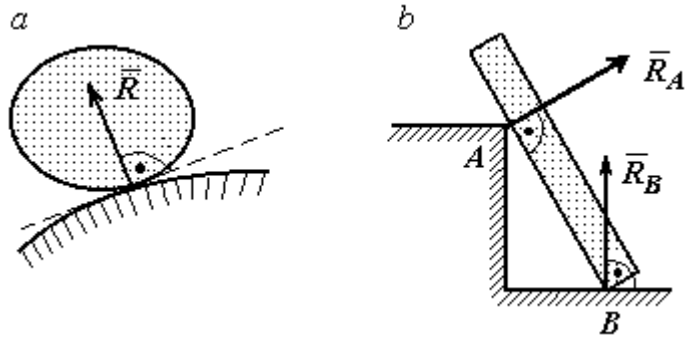

Рис. 1.1. Реакция опоры:
**Опора тела на гладкую плоскость (поверхность) без трения.** Реакция  $\vec{R}$  абсолютно гладкой поверхности приложена в точке касания и направлена перпендикулярно к общей касательной соприкасающихся поверхностей (рис. 1.1, *a*). Такая реакция называется **нормальной реакцией**.
Брус с гладкой поверхностью (рис. 1.1, *b*), опирающийся в точке *B* на гладкий пол и в точке *A* на ребро (точечную опору), имеет реакциями опор  $\vec{R}_B$  – реакцию пола и  $\vec{R}_A$  – реакцию ребра (точечной опоры). Реакции приложены к брусу и направлены по нормальям к поверхности пола и поверхности бруса.